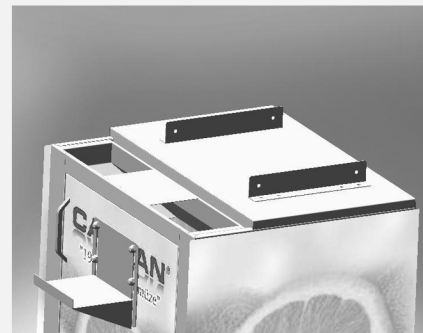

Рисунок 5
- ✓ Освободите с упаковки и поставьте на ровную поверхность тележку. (Рисунок 5)
- ✓ Перед установкой оборудования на тележку снимите все болты (муж.) с верхней части тележки. (Рисунок 5)